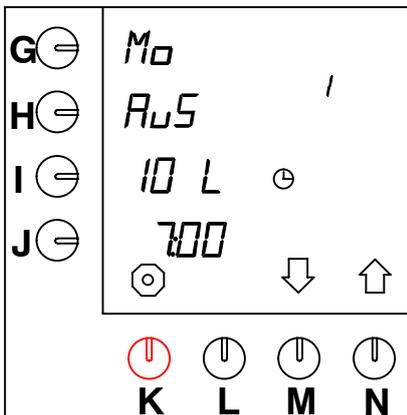

Abb. 33 Vorprogrammierte Einstellung (nicht aktiv)
Es gibt vierzehn vorprogrammierte "Zeiteinstellungen" für alle Wochentage. Diese Zeiteinstellungen werden erst wirklich aktiv und im Benutzerbetrieb sichtbar, nachdem sie über das untenstehende Verfahren aktiviert wurden. Alle Einstellungen können wunschgemäß eingestellt werden. Die vierzehn Einstellungen stehen serienmäßig auf (Abb.33):
- Drücken Sie auf die Wahltaste (N.)↑, bis Abb.33 im Display erscheint.